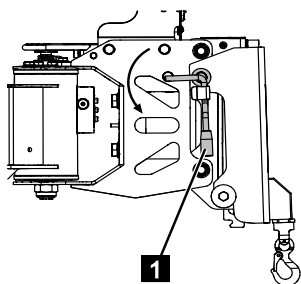

Fig. 164
4. Tourner la cheville de verrouillage (Fig.164/1) de 90° dans le sens inverse des aiguilles d'une montre jusqu'à ce qu'elle s'enclenche.